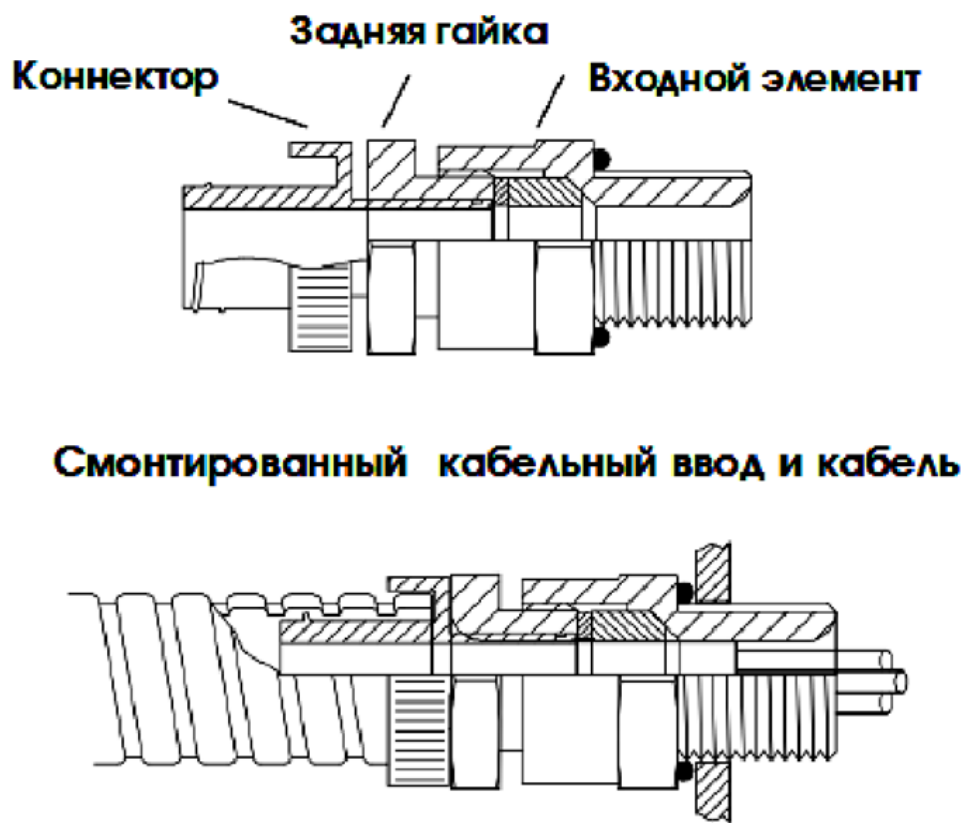

Рисунок 22 - Кабельный ввод
1) Закрепить входной элемент кабельного ввода в соответствующие отверстия в корпусе газоанализатора (см. рисунок 22). Затянуть вручную, затем закрутить с помощью гаечного ключа. Усилие затяжки кабельного ввода при монтаже 32,5 Нм.